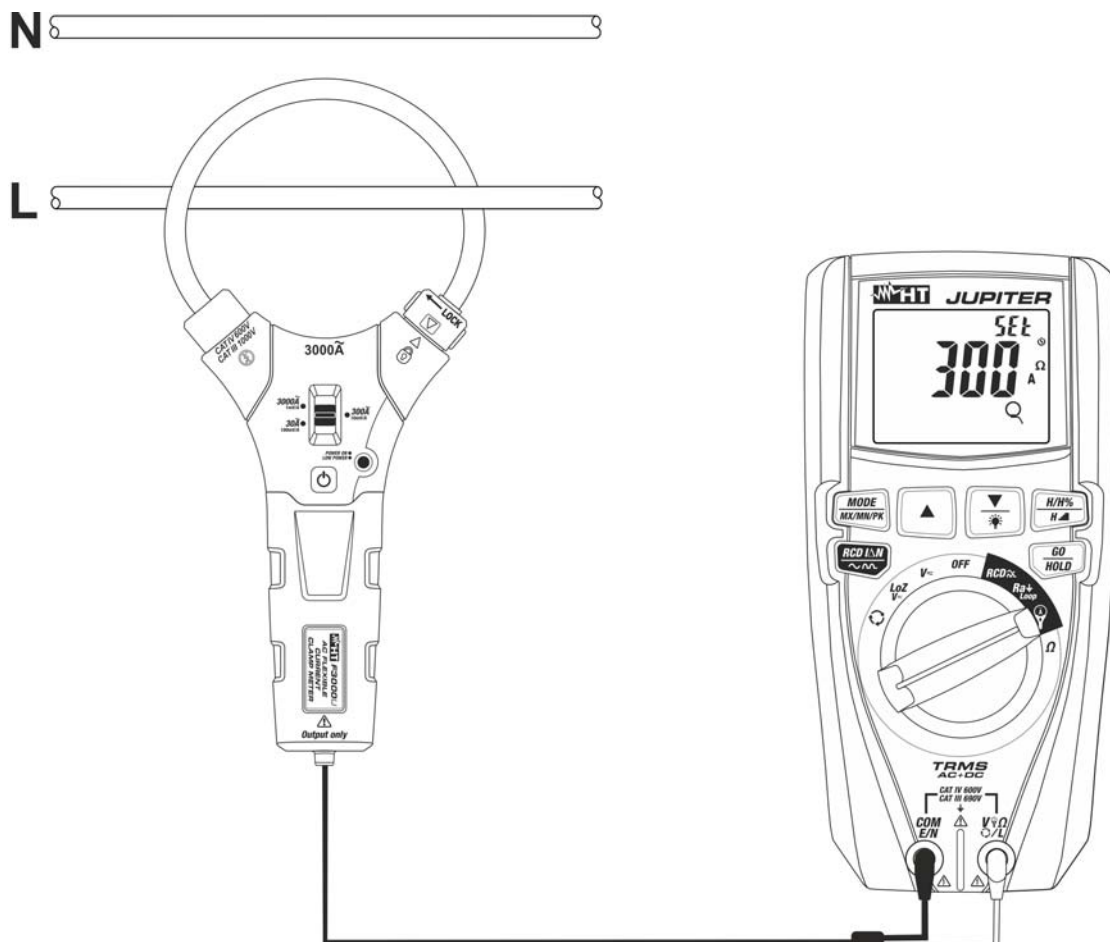
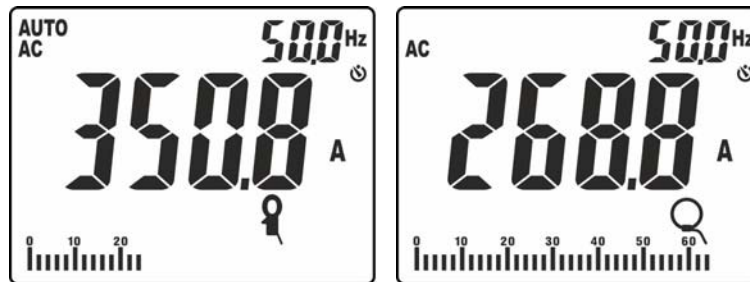

Abb. 38: Verwendung des Geräts für Strommessung mit Strommesszange
Abb. 39: Ergebnis der AC Strommessung mit flexible und Standard Zange
8. Verbinden Sie das Kabel mit der Zange (siehe Abb. 38). Der Wert des Stroms, wird in der Abb. 39